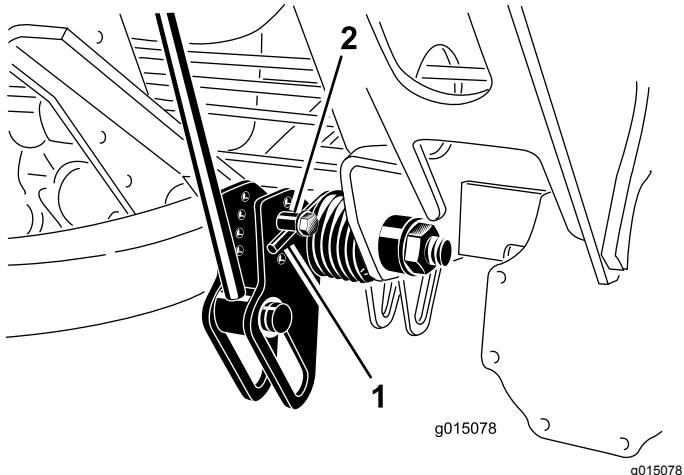

Figure 58
2. Insérez un tube ou un objet similaire sur l'extrémité longue du ressort pour détendre le ressort pendant le réglage (Figure 58).
3. Tout en détendant le ressort, retirez le boulon et le contre-écrou de fixation de l'actionneur de ressort au support (Figure 58).